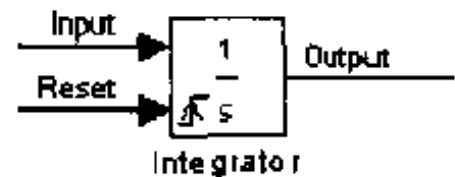

图 7.57 Integrator 模块的触发端口图标
(4) 设置模块的状态。模块可以根据基于外信号的指定初始条件重新设置其状态。为达到此目的,请选择 External reset 选项之一。一个触发端口就会出现在模块的输入端口下方,并显示触发类型,如图 7.57 所示: